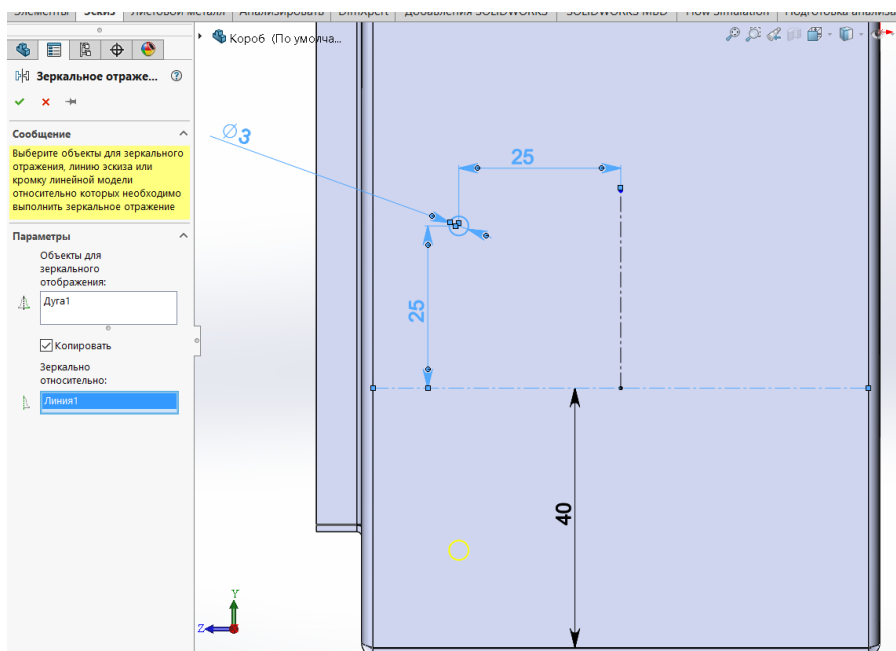

Рисунок 8 – зеркальное отражение относительно первой осевой линии
9. Выделить созданную окружность. Зеркально отразить относительно одной из осевых линий при помощи операции «Зеркально отразить объекты» (рис. 8).